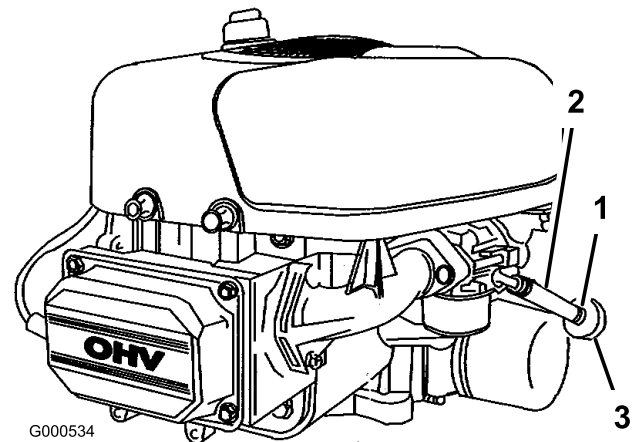

Figura 41
5. Afloje la abrazadera cerca del filtro de combustible y deslícela por el tubo, alejándola del filtro de combustible (Figura 41).
6. Retire el tubo de combustible del filtro (Figura 41).
8. Instale el tubo de combustible en el filtro de combustible. Acerque la abrazadera al filtro de combustible para fijar el tubo de combustible (Figura 41).
4. Apriete los extremos de las abrazaderas y deslícelas por el tubo alejándolas del filtro (Figura 41).
6. Instale un filtro nuevo y acerque las abrazaderas al filtro (Figura 41).